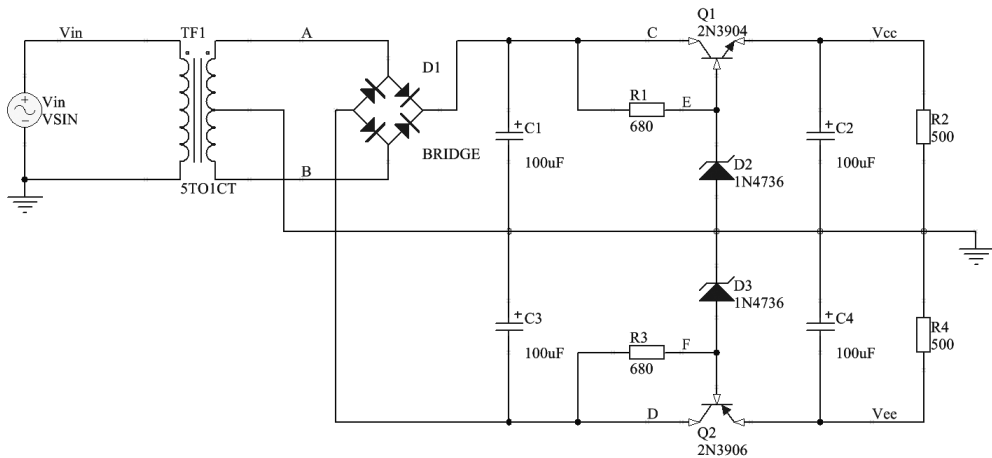

图 12-21 仿真前原理图修改结果
(2) 选择“文件”→“另存为”菜单命令，将原理图文件保存为“SIM - Dual Polarity Power Supply. SchDoc”，结果如图 12-21 所示。
由于系统仿真过程中不识别符号 Ω 、 μ ，因此原理图进行仿真前需要修改删除这些符号，修改结果如图 12-21 所示。